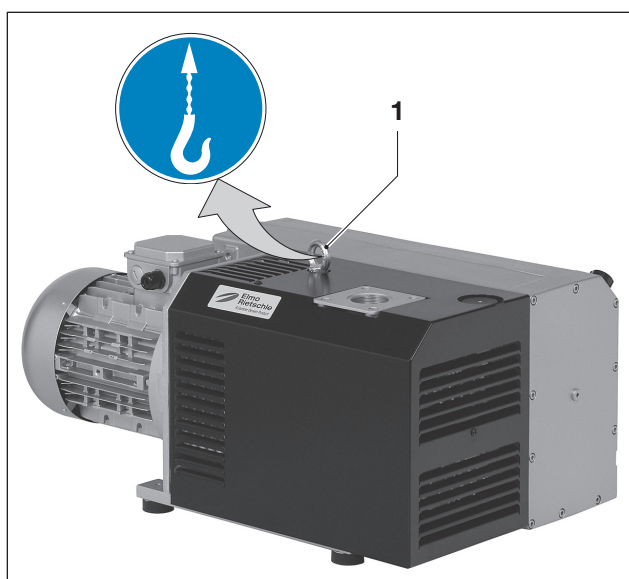

Fig. 1 Levantar e Transportar
- a) Apertar firmemente o olhal (Fig. 1/1).